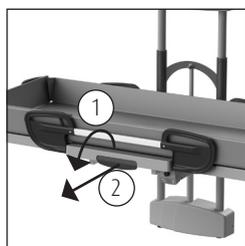
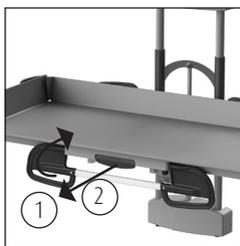
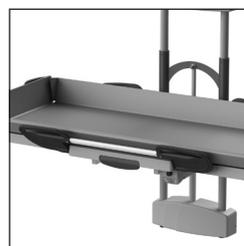

Figure 1 Rail latéral.
Figure 2 Rail latéral abaissé.
Figure 3 Rail latéral large.
- La barrière latérale est équipée d'un dispositif de verrouillage du portail (1). Le client ne peut pas ouvrir la barrière latérale par lui-même (Voir figure 1).
- Déverrouillez le dispositif de sécurité en tirant le levier (1) de la barrière latérale. La barrière latérale peut maintenant être rabattue avec l'autre main (2).
- La barrière latérale se verrouille automatiquement lorsque la barrière latérale est relevée (Voir figure 2).
- La barrière latérale peut être placée dans 2 positions, large et étroite. Lors du repli de la barrière latérale, celle-ci est d'abord verrouillée en position large (Voir figure 3). En tirant sur le levier de verrouillage (Voir figure 2), vous pouvez reculer davantage la barrière latérale jusqu'à sa position étroite.